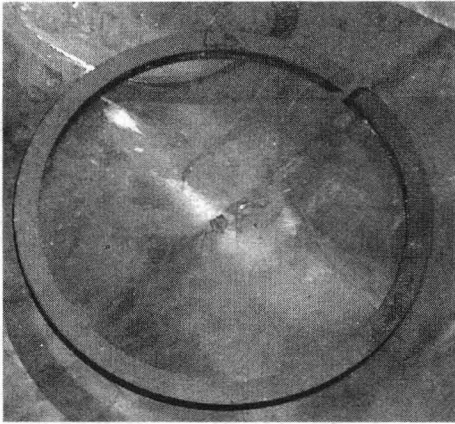
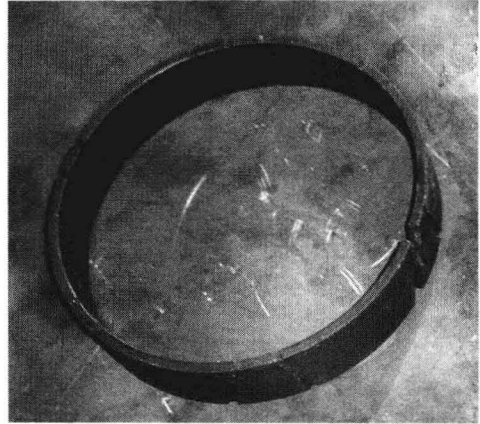

图 1-13 活塞环 (3 级)
图 1-14 导向环 (3 级)
12) 测量活塞环和导向环的磨损情况,主要是测量活塞环的径向厚度的磨损量,轴向磨损量较小,将测量的记录下来。通过磨损情况,可以评估活塞环的使用寿命。从现场使用情况看,该压缩机的活塞环使用寿命一般为三年。以3级活塞环为例说明,对3级气缸的活塞环进行了测量,其中磨损量最大的一个活塞环,活塞环的径向磨损为0.3mm,轴向磨损为0.08mm,该活塞环和导向环由广东潮州东风特纤公司生产,与活塞杆配合的填料环也由该公司生产,填料为3、6瓣形式。刚开始投用的时候,相同部位的进口活塞环在使用12个月以后,活塞环的径向磨损量为2.1mm,轴向磨损量为0.15mm,因此,将其改为国产活塞环、导向环和填料环。图1-13为3级活塞环的实物图片,图1-14为3级导向环的实物图片。